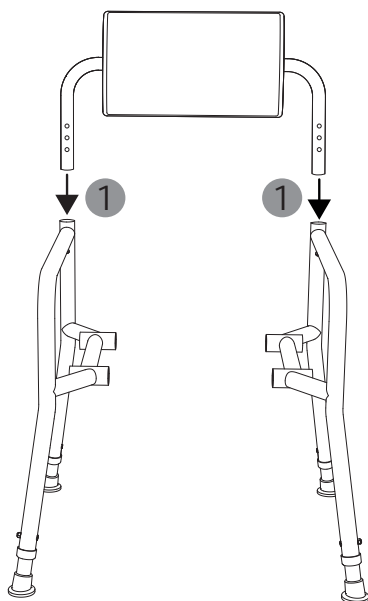

fig. 4
3. Inserire prima di tutto lo schienale nelle fiancate (1, fig. 4). In fase di montaggio fare attenzione all'orientamento dei singoli componenti. L'alloggiamento dei tubi delle fiancate è rivolto verso l'interno. Lo schienale si inserisce nelle fiancate con l'imbottitura rivolta in avanti.